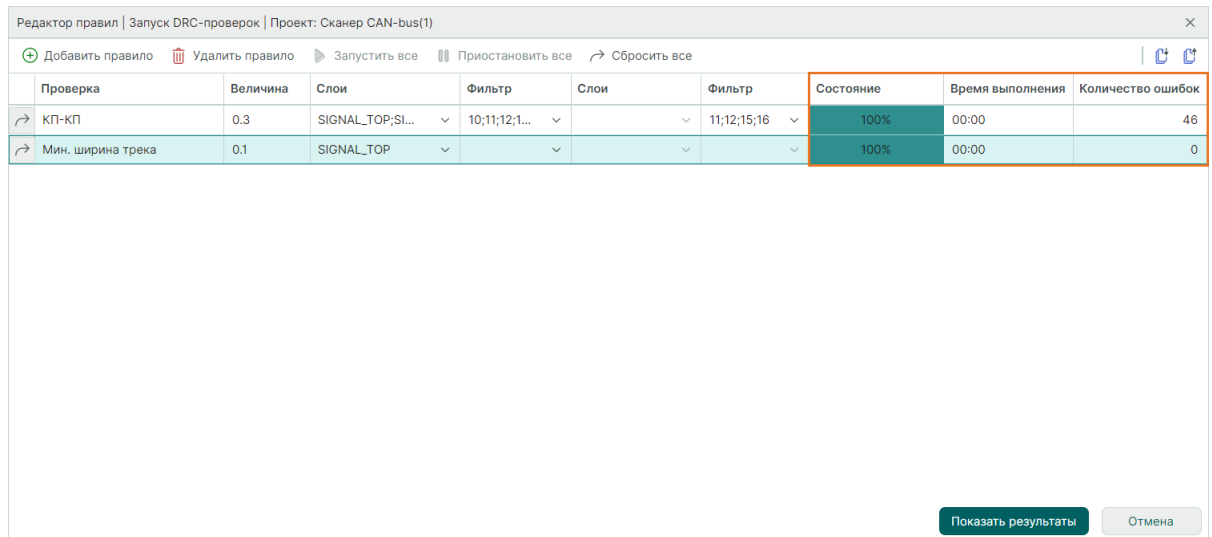

Рис. 474 Информация о состоянии проверки
5. После выполнения проверки отобразится информация о состоянии, времени выполнения и количестве ошибок, см. Рис. 474.